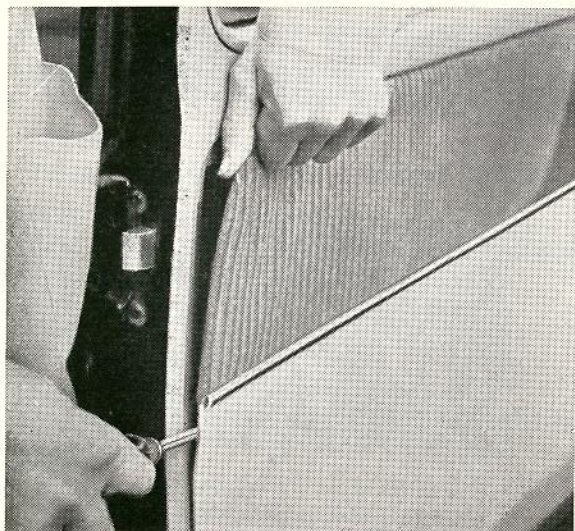

Bild 27. Demontering av dörrklädsel
2. Tag bort dörrklädseln genom att försiktigt anbringa en mejsel eller dylikt under den klädda kanten och därefter bända utåt varvid klädseln lossnar, bild 27.
2. Tag bort dörrklädseln. Använd en mejsel eller dylikt, vilken anbringas under klädseln och sedan brytes utåt, se bild 27.
3. Tag bort dörrklädseln. Använd en mejsel eller dylikt, vilken anbringas under klädseln och sedan brytes utåt, se bild 27.